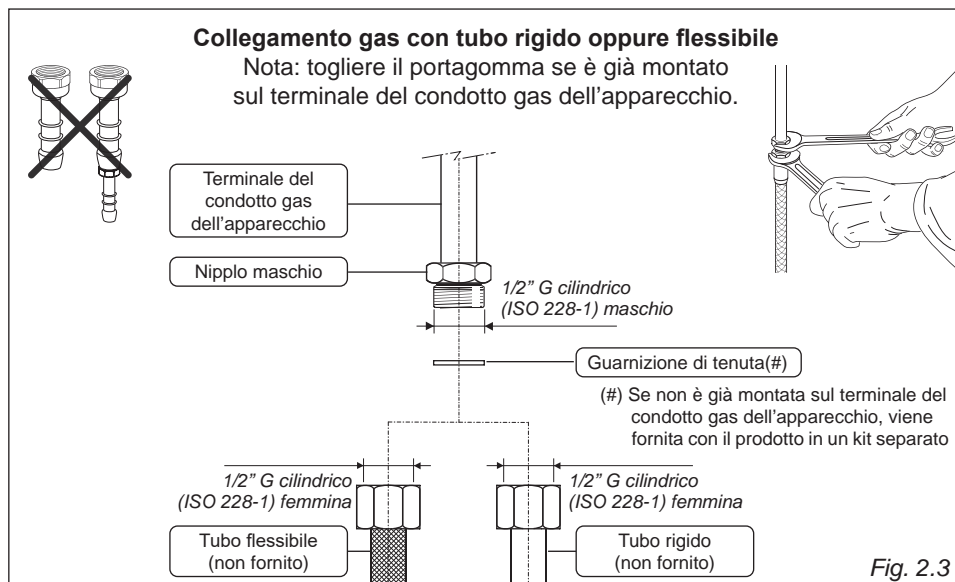

Fig. 2.3
Il gruppo di raccordo (fig. 2.3) si compone di:
- utilizzare due chiavi per il fissaggio delle parti (fig. 2.3).
- utilizzare due chiavi per il fissaggio del tubo rigido oppure flessibile (fig. 2.3)